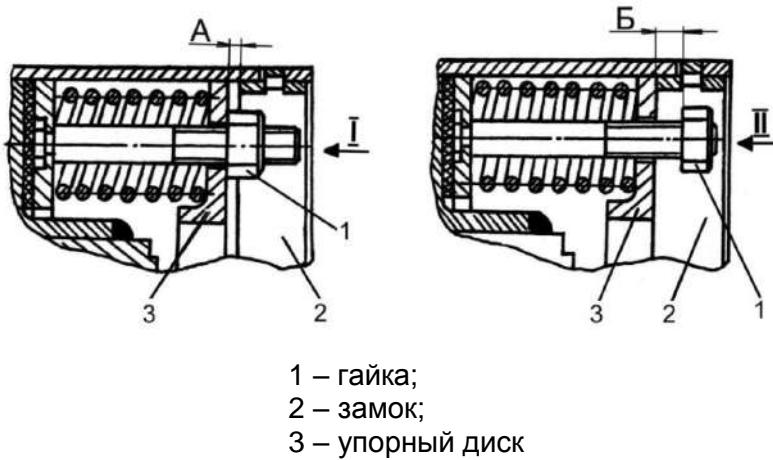

Рисунок 2.22 – Муфта предохранительная
- заверните гайки 1 до соприкосновения с упорным диском 3 (рисунок 2.22, I) и дополнительно равномерно по кругу в два приема еще на 2...2,5 оборота, чтобы получился зазор между упорным диском 3 и замком 2 (зазор A). Этим самым диски муфты и замок разгружаются, чтобы залипшие диски могли освободиться;
- отверните гайки 1 (равномерно по кругу) в прежнее положение на шпильках, чтобы между гайками 1 и упорным диском 3 был гарантированный зазор ( $B = 2 \dots 3$  мм), а упорный диск 3 уперся в замок 2 (рисунок 2.22, II). Это обеспечит замыкание элементов муфты. Муфта готова к эксплуатации.